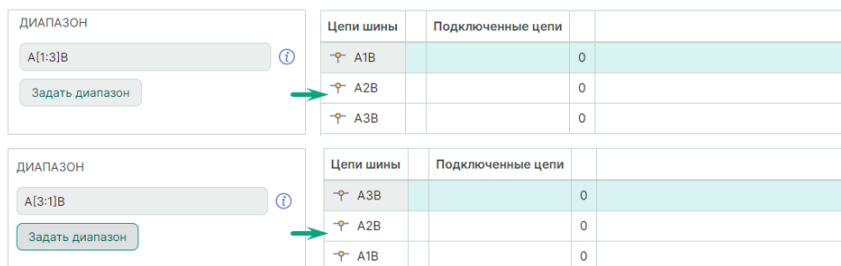

Рис. 188 Варианты добавления диапазона (префикс, диапазон и суффикс)
- Prefix[Min:Max]Suffix или Prefix[Max:Min]Suffix, Рис. 188.